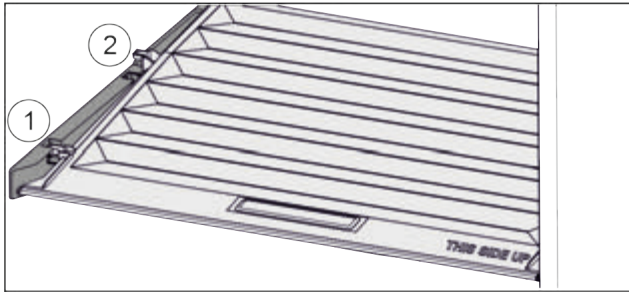

Fig. 71
- ▶ Кришку до отвору в деталях для підтримки потягнути вперед Fig. 71 (1).
- ▶ Підняти ззаду знизу та вийняти Fig. 71 (2) вгору.